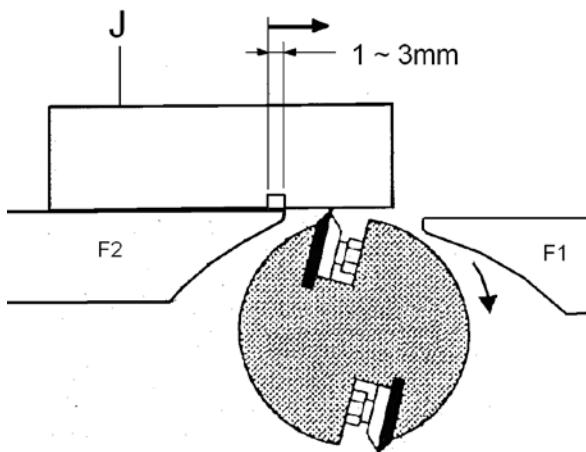

Fig 20
Die Einstellung der Hobelmesser erfolgt mit am Abgabettisch (F2, Fig 20) aufgelegter Messerlehre (J).